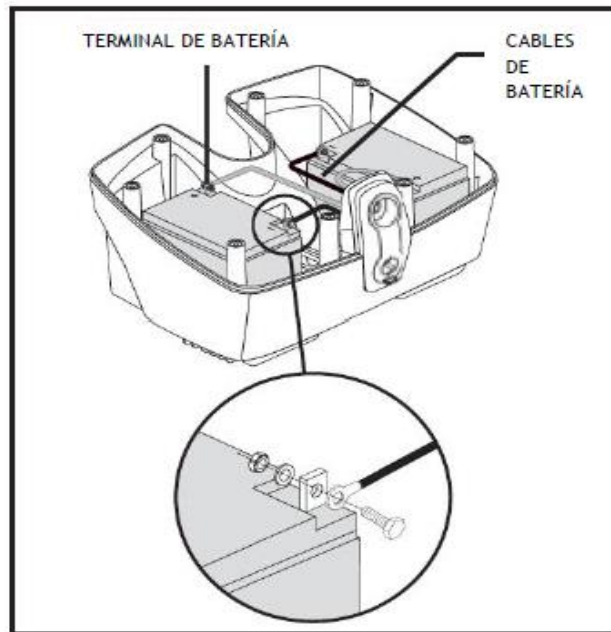

Figura 19. Cambio de la batería
**-¿Cómo debo cambiar las baterías de mi Scooter? (Figura 19)**
4. Desconecte los cables negro (-) y rojo (+) de batería de los terminales. (Ver la figura 19).